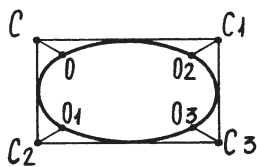

Рис. 143. Чертеж выкройки ступни ползунков
*Ступня.* Начертите прямой угол с вершиной в точке С (рис. 143).